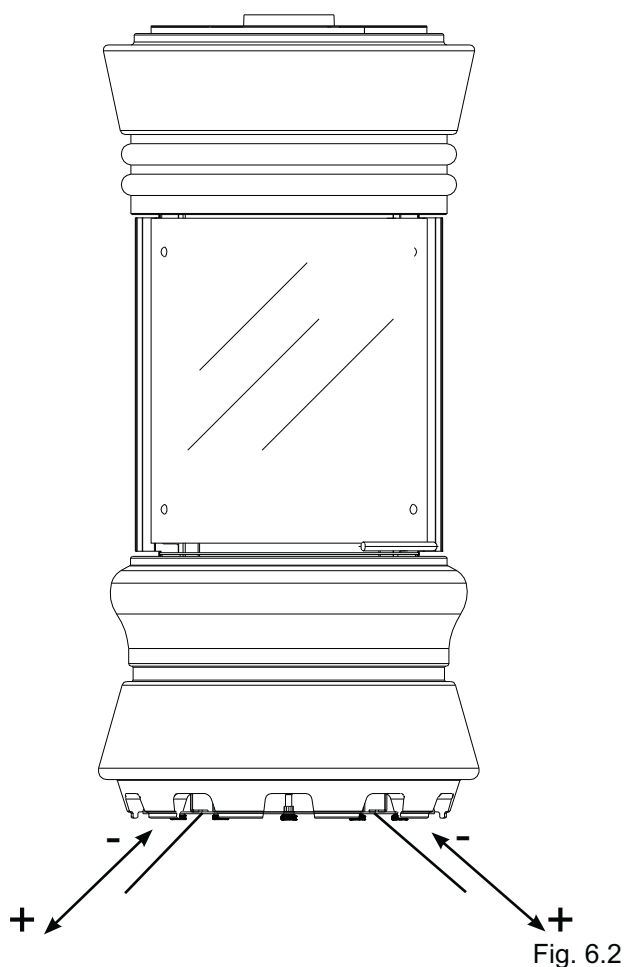

Fig. 6.2
- Aprire entrambe i regolatori primario (5 Fig. 6.2) e secondario (4 Fig. 6.2).
- Posizionare il regolatore secondario (4 Fig. 6.2) sulla posizione "tutto aperto".
- Open both primary (5 Fig. 6.2) and secondary air regulators (4 Fig. 6.2).
- Place the secondary air adjustment (4 Fig. 6.2) to "fully open".
- Beide Regler öffnen, primär (5 Fig. 6.2) und sekundär (4 Fig. 6.2).
- Die Primärluftregelung auf die Position "vollständig geöffnet" stellen (4 Abb. 6.2).